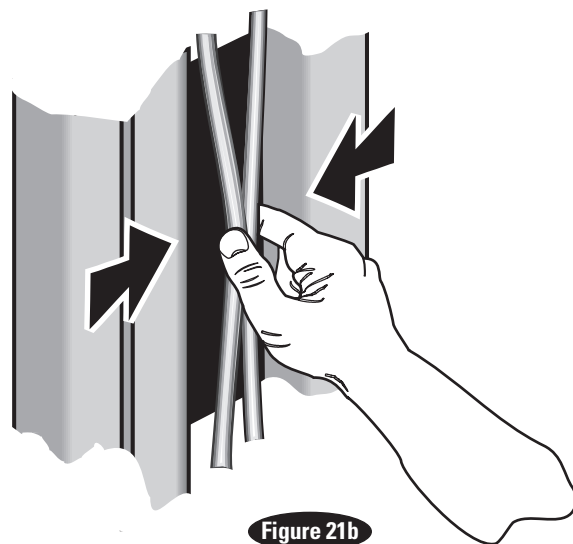

Figure 21b
**22. Réglage du câble de l'égaliseur :** Relevez le pont élévateur pour vérifier la tension du câble d'égalisation. Sous le pont, saisissez les câbles adjacents entre le pouce et l'index, avec une force d'environ 6,80 kg (15 lbs.) Vous devez simplement tirer les câbles ensemble. Réglez les attaches supérieures Figure 21b.